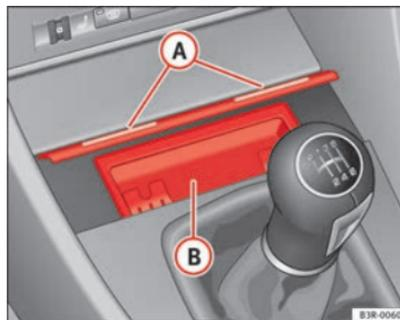

Fig. 121 Consola central: Cenicero abierto
- Presione brevemente sobre la moldura frontal del cenicero (A) ⇒ fig. 121.
- Agarre la carcasa del cenicero (B) ⇒ fig. 121 por sus concavidades laterales y extráigala hacia arriba.